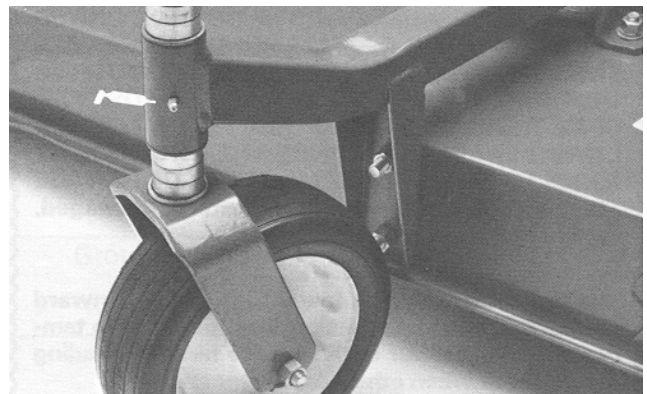

Bild 21
- Büchsen der Laufradspindel (Bild 21 und 22).